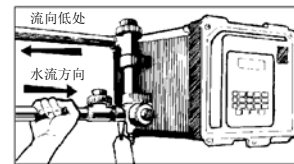

图 2
6. 水流方向应该是在流量装置中从下到上的方向(参见图 2)。